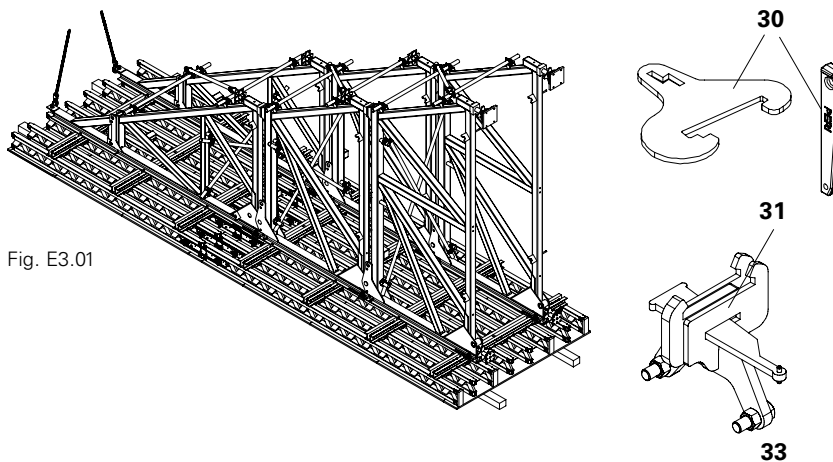

Fig. E3.01
1. Disporre l'unità su travetti di legno. (Fig. E3.01)